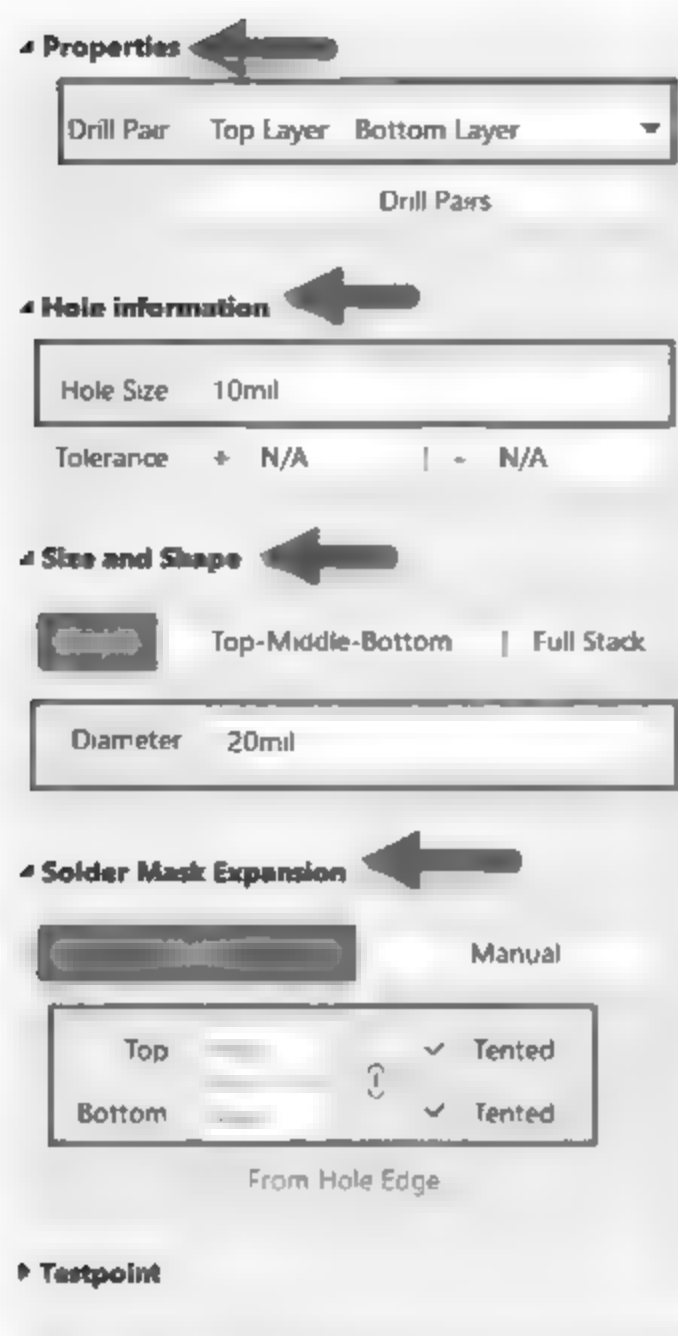

图 3-29 过孔属性编辑面板
- (1) 执行菜单栏中“放置”→“过孔”命令,或者单击工具栏中的“放置过孔”按钮 , 光标变成十字形状并带有一个过孔图标。
- (2) 将光标移到要放置过孔的位置,单击鼠标即可放置该过孔。
- (3) 此时软件仍处于放置过孔状态,重复步骤(2)的操作即可放置其他过孔。
- (4) 设置过孔属性。双击需要设置属性的过孔(或在放置状态下按 Tab 键),系统将弹出相应的过孔属性编辑面板,如图 3-29 所示。